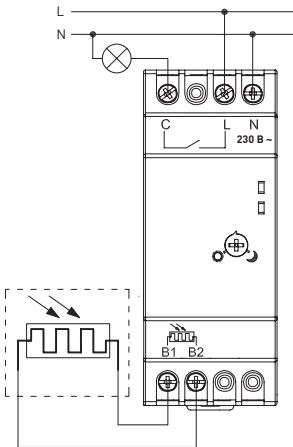

Рис. 3. Схема подключения фотореле
3. Присоедините провода в соответствии со схемой на Рис. 3.
4. Установите датчик в месте, доступном для попадания солнечных лучей, но при этом вдали от посторонних источников освещения. Подключите датчик к реле в соответствии со схемой на Рис. 3.